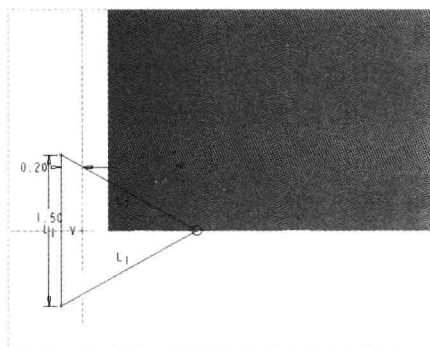

图 5-71 绘制截面 2
Step 05 单击“关闭”面板中的“确定”按钮✓，完成截面绘制并退出草绘环境；返回“螺旋扫描”选项卡，单击“截面”按钮, 进入草绘环境，单击“草绘”选项卡中的相应按钮，绘制截面，如图 5-71 所示。